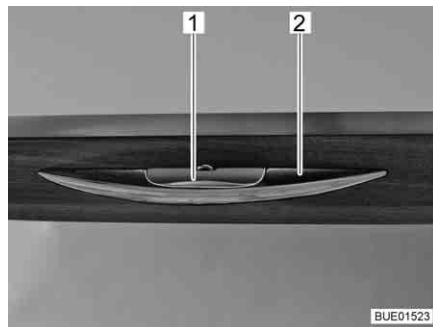
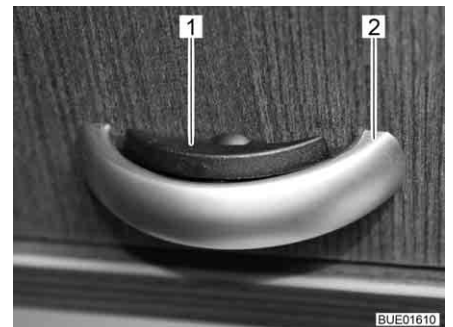

Fig. 71 Maniglia con listello di sblocco
Fig. 72 Maniglia con listello di sblocco (alternativa)
- Premere il listello di sblocco (Fig. 71,1 o Fig. 72,1) e mantenerlo premuto.
- Tirare la maniglia (Fig. 71,2 o Fig. 72,2) finché lo sportello del mobile non si apre.